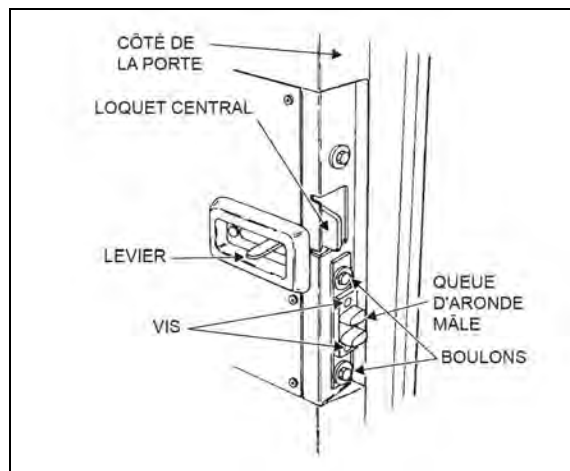

FIGURE 19 : LOQUET DE LA PORTE (AUTOCAR)
5. Pour régler la queue d'aronde mâle sur le côté gauche de la porte, enlever les deux vis et desserrer les deux boulons. Faire glisser la queue d'aronde mâle vers l'intérieur et visser les deux boulons, sans serrer. Fermer doucement, mais fermement la porte, puis l'ouvrir lentement et serrer les deux boulons. Fixer la queue d'aronde à la porte avec des vis. Voir la Figure 19.
| Loquets Verrou de porte supérieur Graisseur de l'embout à rotule du vérin de porte (Figure 19) | Graisse basse température | Tous les six mois |